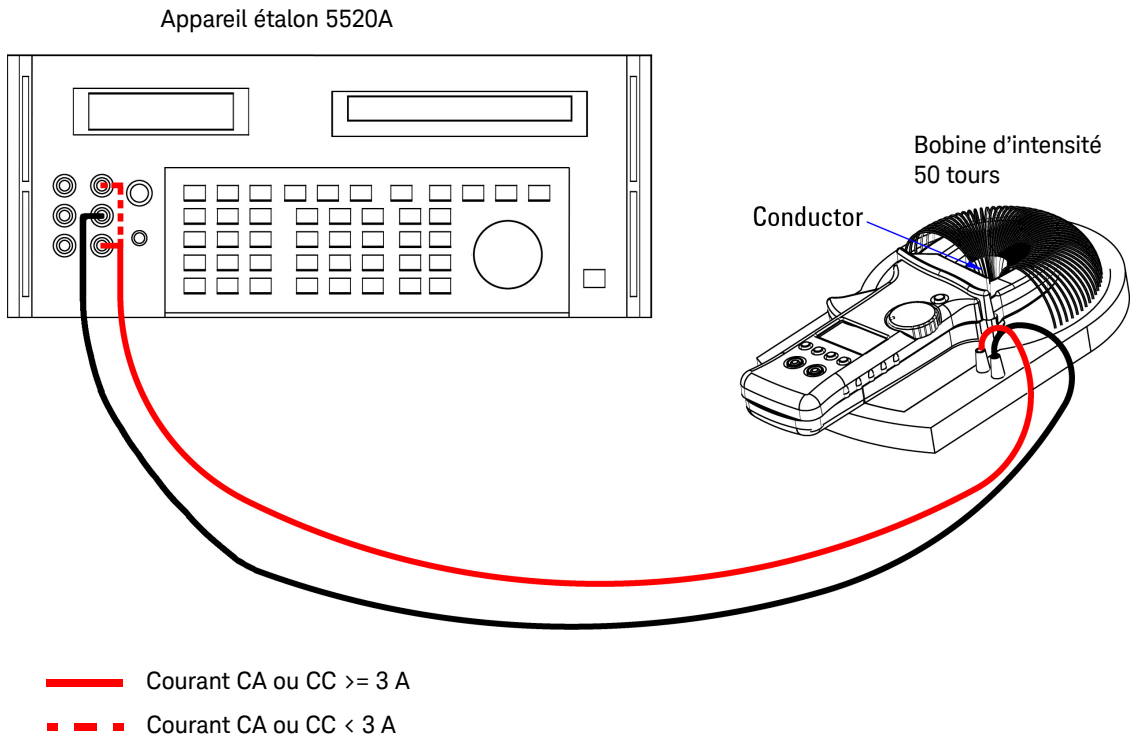

Figure 6-2 Configuration du test de vérification des performances de courant
- 1 Placez la pince ampèremétrique sur une bobine d'intensité 50 tours, conformément à la Figure 6-2, « Configuration du test de vérification des performances de courant », à la page 93.